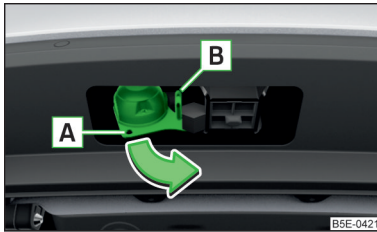

Abb. 308
- › Die 13-polige Steckdose im Bereich **A** fassen und in Pfeilrichtung ausschwenken » Abb. 308.
- › Die Abdeckkappe der Steckdose aufklappen und den Stecker des Anhängers (des Zubehörs) in die 13-polige Steckdose **A** einstecken » Abb. 308. (Wenn der Anhänger/das Zubehör über einen 7-poligen Stecker verfügt, einen Adapter aus dem ŠKODA Original Zubehör verwenden).